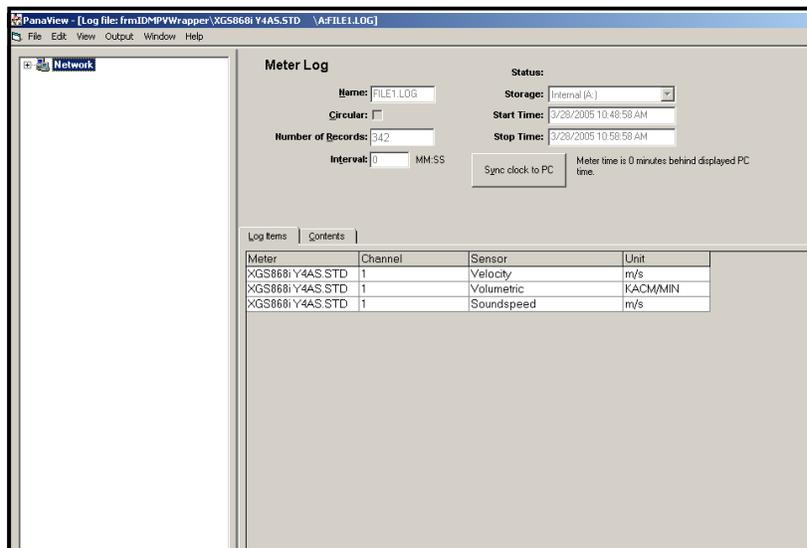

Figure 20 : Fenêtre de données pour un journal de débitmètre spécifique
2. Double-cliquez sur le journal souhaité. Une fenêtre s'ouvre pour le journal spécifique, comme illustré à la Figure 20.
- Cliquez sur l'onglet *Options de journal* (voir Figure 20) pour une liste des paramètres spécifiés pour le journal.